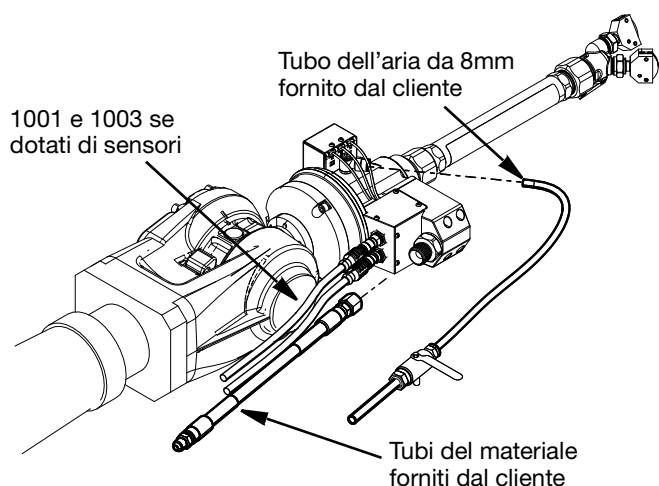

FIG. 10
4. Scollegare i connettori dei cavi svitando il raccordo sul connettore del cavo a 5 pin (1001) e sul connettore del cavo a 8 pin (1003) se installato. Vedere FIG. 10.